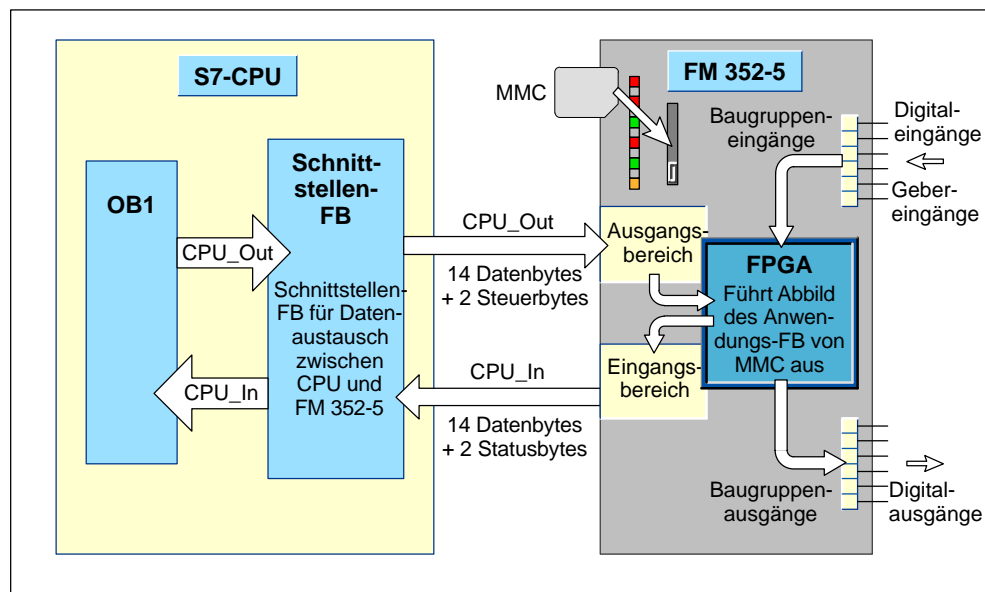

Bild 1-1 Betrieb der Baugruppe FM 352-5 als Koprozessor
- Die Baugruppe FM 352-5 kann in einer Koprozessor-Konfiguration innerhalb einer speicherprogrammierbaren S7-Steuerung arbeiten. In dieser Konfiguration tauscht die Baugruppe FM 352-5 Eingangs- und Ausgangsdaten sowie Status- und Steuerinformationen mit der Master-CPU aus (siehe Bild 1-1).
- Datenaustausch mit dem Anwenderprogramm der CPU (bei Einsatz in Koprozessor-Konfiguration). Die S7-CPU hat Zugriff auf Eingangsdaten (16 Bytes) und Ausgangsdaten (16 Bytes), um die Übertragung von Steuerungsinformationen, Zählwerten, Zählervoreinstellungen und Statusinformationen mit einem speziellen Schnittstellen-FB (Funktionsbaustein) zu ermöglichen und so den Datenaustausch zu koordinieren (siehe Bild 1-1).